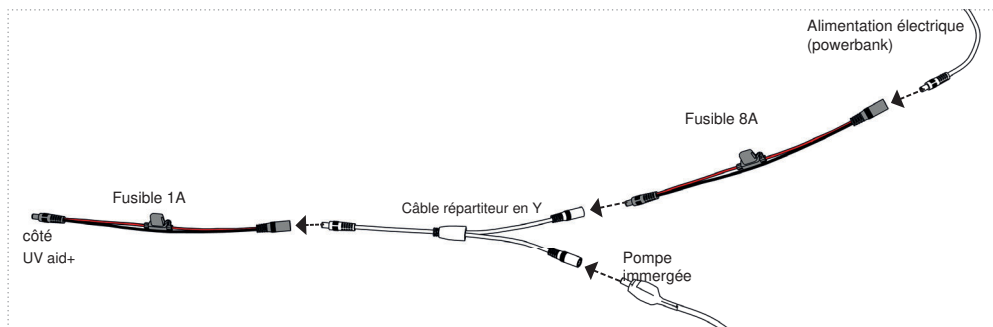

Figure 23
- Alternativement, une batterie externe (powerbank, non fournie) adaptée aux exigences électriques de l'UV-aid+ (voir chapitre Données électriques (p.13)) peut être utilisée. Nous recommandons là aussi d'utiliser un fusible de 8 A dans la ligne d'alimentation. (Fig. 23)